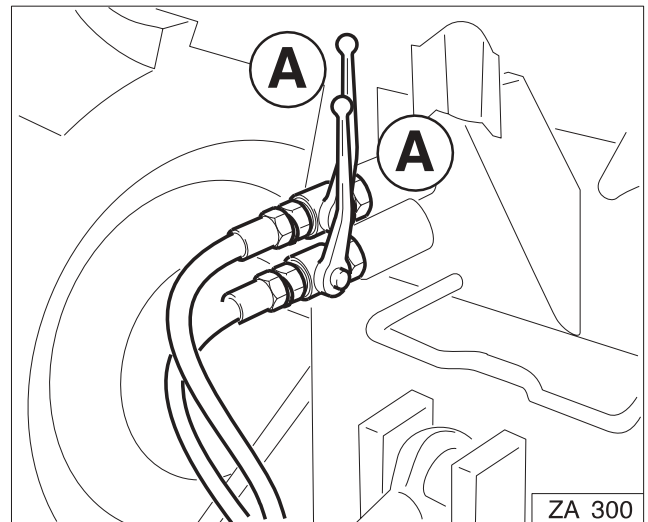

Fig. 18
- De hydraulische slangen (Fig. 18/1 en Fig. 18/2) van de afzonderlijke hydraulische schuifbediening ieder aan een enkelwerkend stuurventiel van de trekker aansluiten
- moeten de kogelkranen (Fig. 18/3 en Fig. 18/4) gesloten zijn: stand A